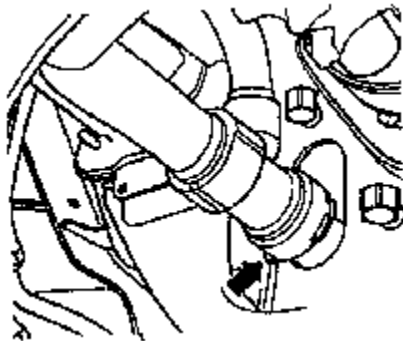

图 2-123 拆卸冷却液软管
(1) 拆卸前保险杠，通过散热器上的放液螺塞排空冷却液，松开连接法兰处的固定卡箍，从散热器上拔下冷却液软管，如图2-123箭头所示。